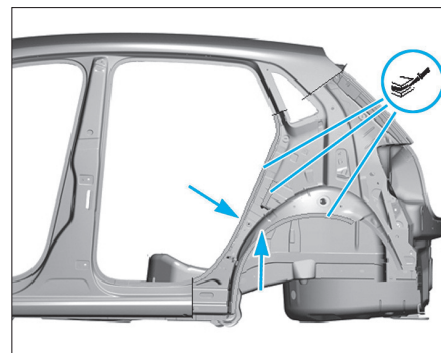

FIG. 96
- Apposer un cordon de colle bi-composant aux endroits indiqués (Fig.96).